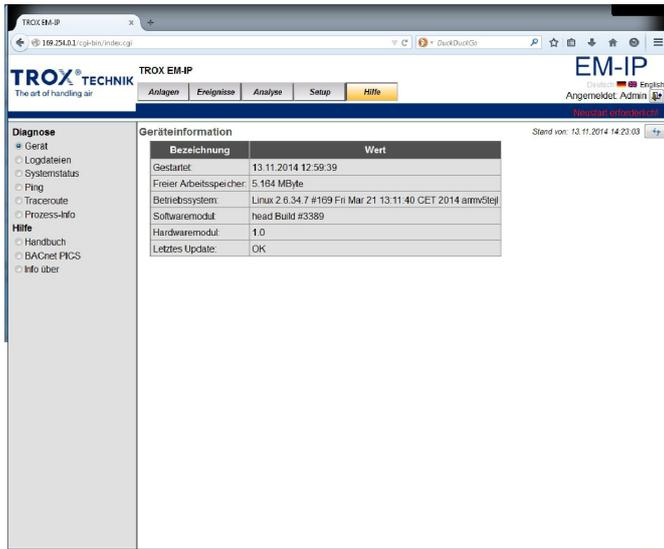

Abb. 45: Hilfe (Beispiel)
- ⇒ Das Menü „Hilfe“ (Abb. 45) wird geöffnet.